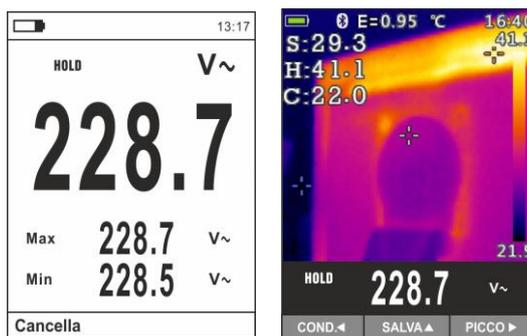

Fig. 19 Cancellazione e condivisione immagini richiamate
28. Premere il tasto **HOLD/REL** sull'immagine richiamata. La videata di Fig. 19 – parte sinistra è mostrata a display
30. Con immagine fissa a display usare il tasto freccia ◀ per selezionare l'opzione "Condividi" (disponibile solo per screenshots di immagini IR su HT9025T) (vedere Fig. 19 – parte destra) in modo da condividere l'immagine su dispositivo mobile tramite APP HTMercury e collegamento Bluetooth (vedere § 5.15)